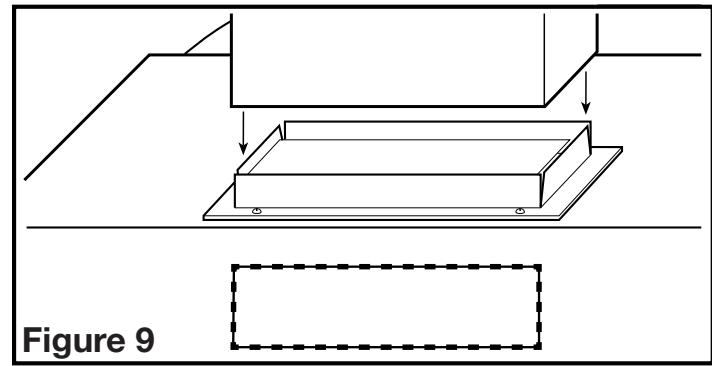

Figure 9
1. Raccorder les conduits au collet et au clapet de la hotte. Fixer en place en utilisant du ruban pour canalisations pour sceller tous les joints (Figure 9).